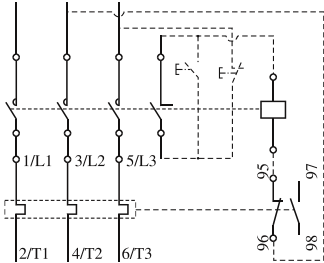

Fig 9
5.1.4 Sob a condição de proteger diferentes tipos de motores, existem várias formas de conexão. Quanto aos princípios básicos de trabalho, veja a Fig. 9.